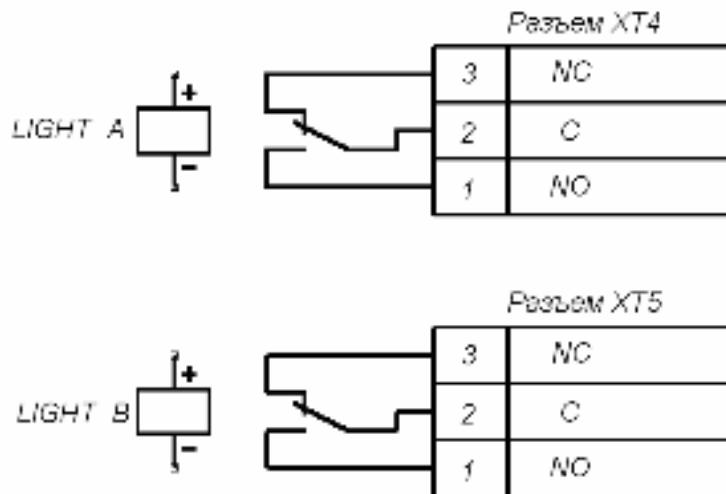

Рисунок 11. Выходные каскады для Light A и Light B
5.9.4 Выносные индикаторы подключаются на клеммные колодки **XT4 (Light A)** и **XT5 (Light B)**. При этом реле *Light A* (*Light B*) активизировано (на его обмотку подано напряжение), когда горит соответствующая данному направлению прохода зеленая стрелка на световом табло, и нормализовано (на его обмотку напряжение не подано), когда соответствующая данному направлению прохода зеленая стрелка на световом табло не горит. Факт срабатывания/ отпускания реле *Light A* и *Light B* можно определить по загоранию/гашению красных индикаторов, которые установлены вблизи указанных реле (см. рисунок 5). Выходные каскады для *Light A* и *Light B* – перекидные контакты реле (см. рисунок 11) со следующими характеристиками сигналов: